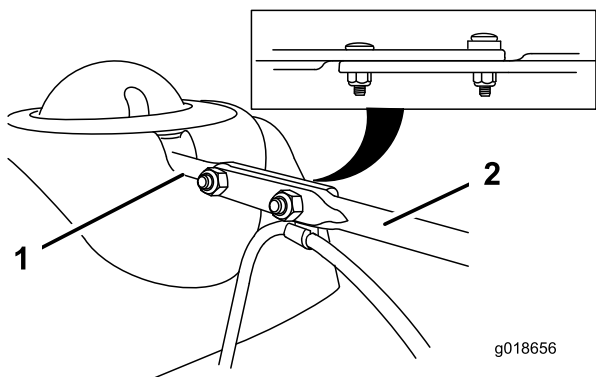

Рисунок 15
- Расположите на одной линии сплюсненный задний конец длинного штока управления желобом со сплюсненным передним концом короткого штока, который выступает из пульта управления, таким образом, чтобы они образовали единое целое (Рисунок 15).